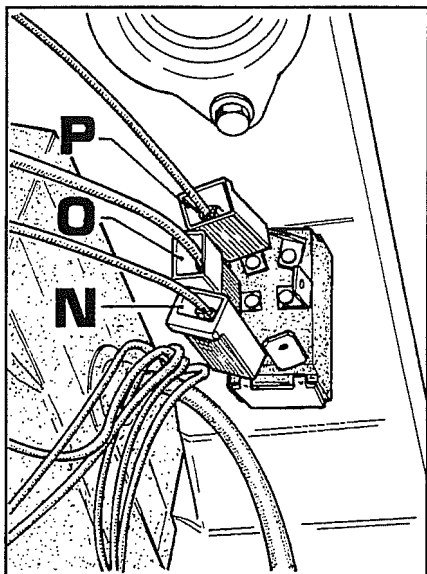

Fig. 49
6. Prima di scollegare i cavi **N-O-P** fig.49 della centralina dall'interruttore alza/abbassa, verificare il loro accoppiamento che deve essere il seguente (vedi fig.49):